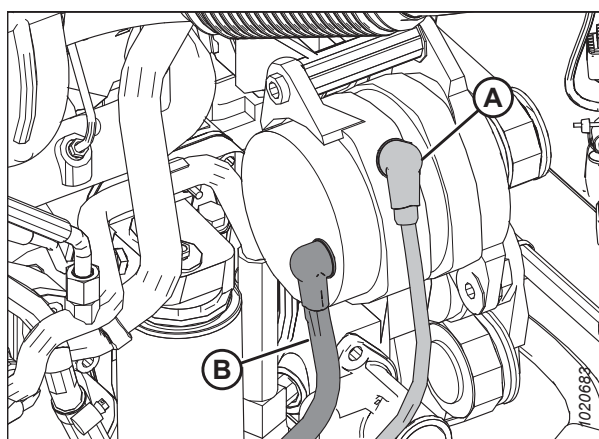

Рисунок 5.35: Генератор
- Если провода генератора отсоединены, убедитесь в правильности подключения (см. рисунок 5.35, страница 410).